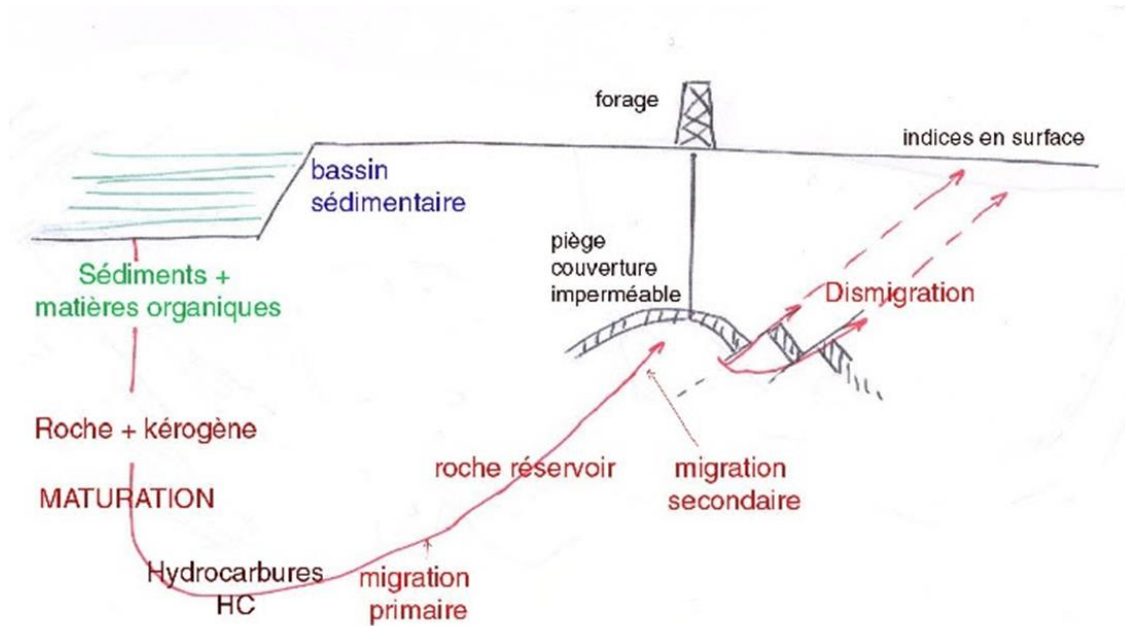

Figure 5. Formation d'un gisement de pétrole et de gaz naturel
**migration primaire** : Le gaz expulse progressivement l'eau et le pétrole vers une couche géologique solide mais très poreuse et perméable : **la roche réservoir** (Fig.5).
**migration secondaire** : Les hydrocarbures continuent leur remontée vers la surface, s'échappent sous forme de suintements et se solidifient en **bitume** à la surface de la terre (Fig.5).